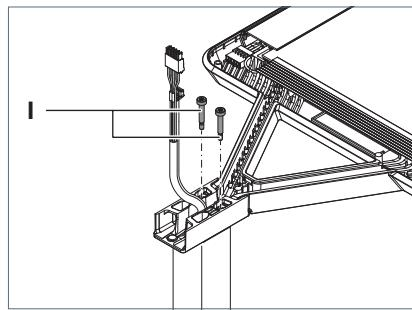

Fig. 7: Fixer la tête 1 du luminaire.
- ▶ Serrez les deux vis de réglage **I** jusqu'à ce que les têtes de vis soient à fleur de l'adaptateur, voir Fig. 7.